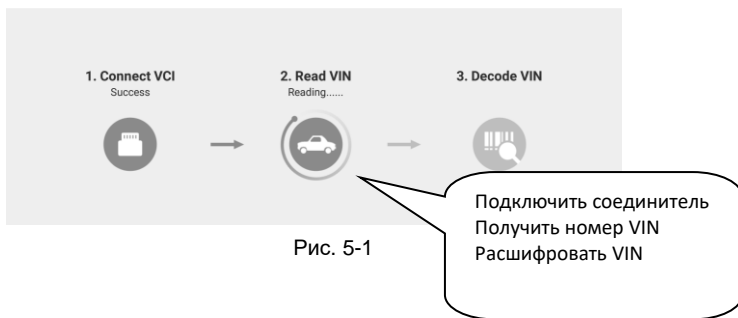

Рис. 5-1
1. Нажмите «Intelligent Diagnosis» в меню задач для перехода в окно, см. рис. 5-1.